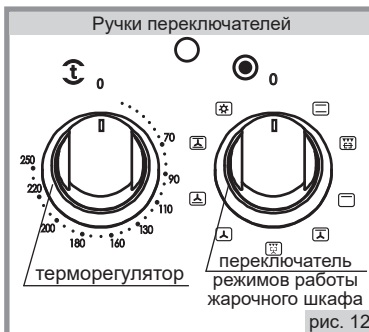

рис. 12
■ Установка рабочей температуры в жарочном шкафу обеспечивается терморегулятором, который задает необходимую температуру (рис.12). Значения температур указаны на панели управления и являются ориентировочными, могут колебаться в пределах $\pm 15^{\circ}\text{C}$.
■ Для включения нагревательных элементов необходимо повернуть по часовой стрелке ручку терморегулятора (рис. 12) и установить выбранный температурный режим. При этом у плит имеющих две электроконфорки (рис. 13) загорается желтая сигнальная лампочка.